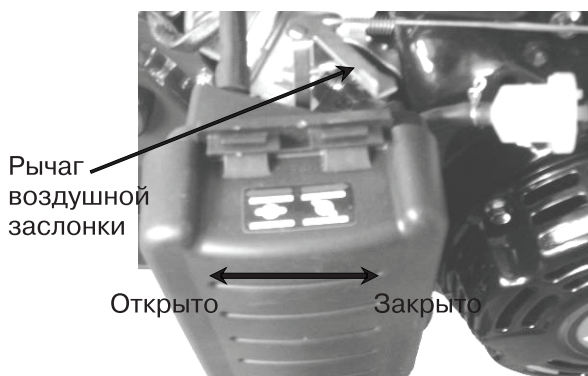

Рис.8
1. Передвиньте рычаг воздушной заслонки в положение CLOSE (закрыто). Рис. 8
Если рычаг воздушной заслонки находится в положении "CLOSE", поверните его в положение "OPEN" после того, как двигатель проработает около 2х минут. (Рис.8)